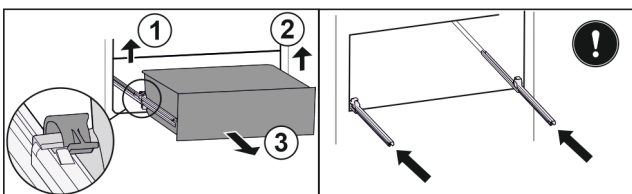

Fig. 48
- ▶ Підняти лівий затискач і одночасно висувний ящик ліворуч потягнути вперед. Fig. 48 (1)
- ▶ Підняти правий затискач і одночасно висувний ящик праворуч потягнути вперед. Fig. 48 (2)
- ▶ Вийняти висувний ящик рухом вперед. Fig. 48 (3)